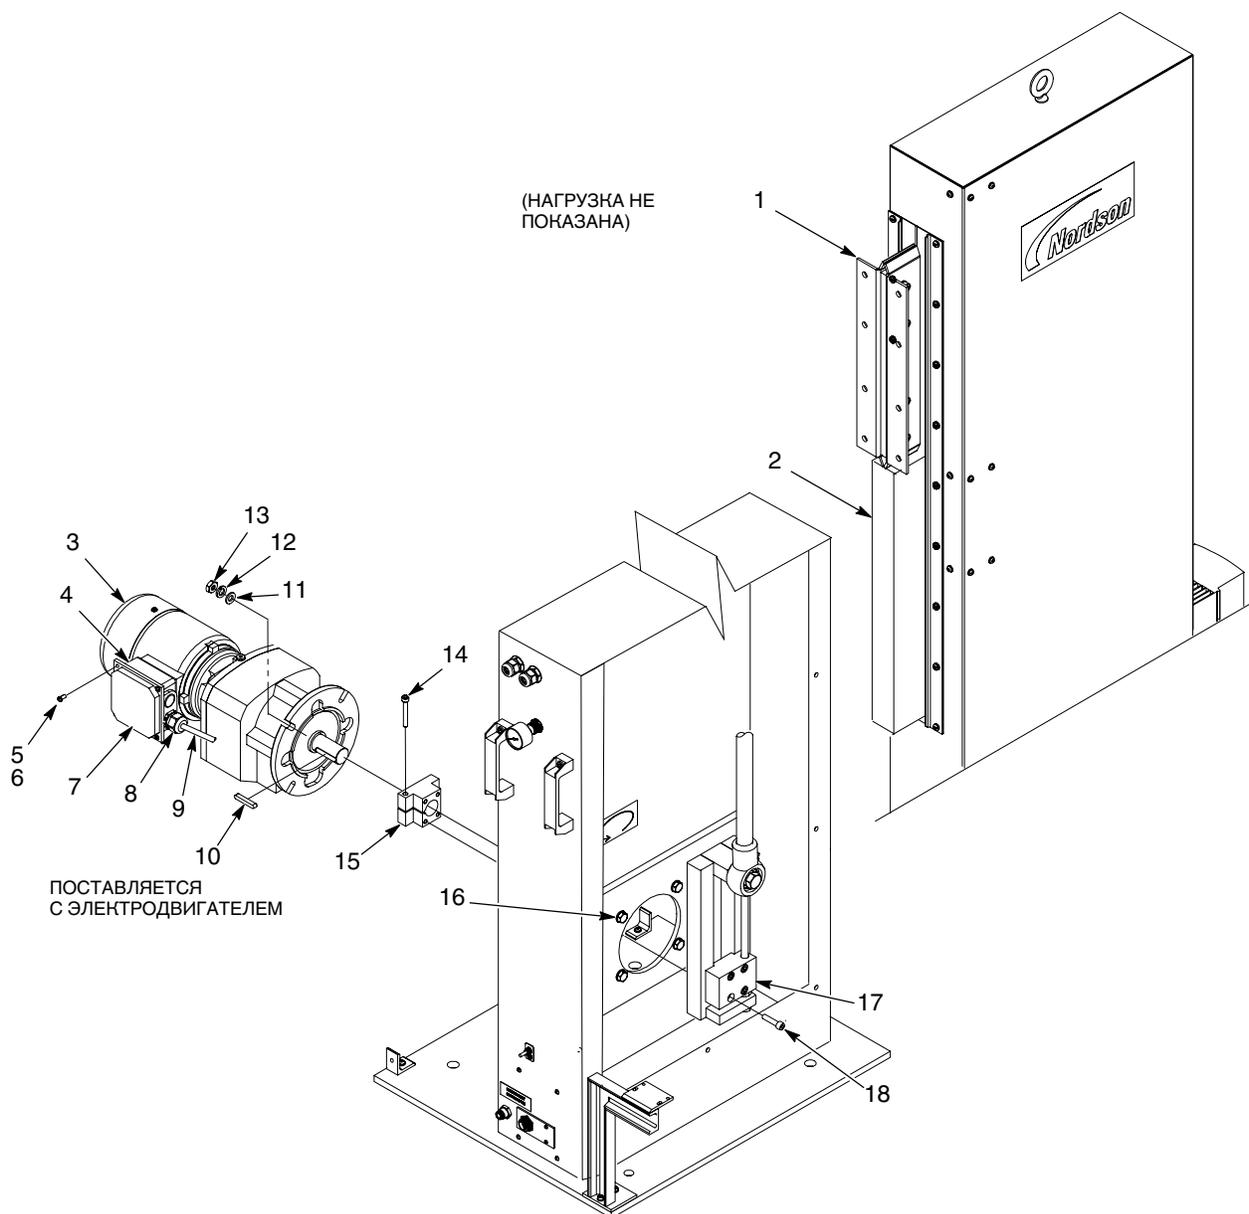

Рис. 14 Замена моторредуктора
1. См. рис. 14. Сдвинуть каретку распылителей (1) в положение хода вверх. При помощи бруска (2) зафиксировать каретку распылителей (1), как показано.
- a. Вывернуть винты (5) и снять стопорные шайбы (6) крепления крышки (7) на распределительной коробке (4).
- c. Снять устройство разгрузки натяжения кабеля (8) и сохранить его для использования на новом моторедукторе.
- d. Отсоединить провода кабеля в распределительной коробке (4). Осторожно вытянуть кабель (9) из распределительной коробки.
4. Вывернуть винты (18) крепления кривошипа (17) к блоку вала (15). Снять кривошип и убрать его в сторону.
5. Отвернуть гайки (13), снять стопорные шайбы (12) и плоские шайбы (11) крепления моторедуктора (3) на монтажных шпильках (16). Снять моторедуктор с манипулятора.
6. Ослабить винт (14) блока вала (15). Снять блок вала с моторедуктора (3).
**ПРИМЕЧАНИЕ:** Проверить длину новой и старой шпонок вала (10). Если новая шпонка вала длиннее прежней, укоротить ее или использовать прежнюю шпонку.